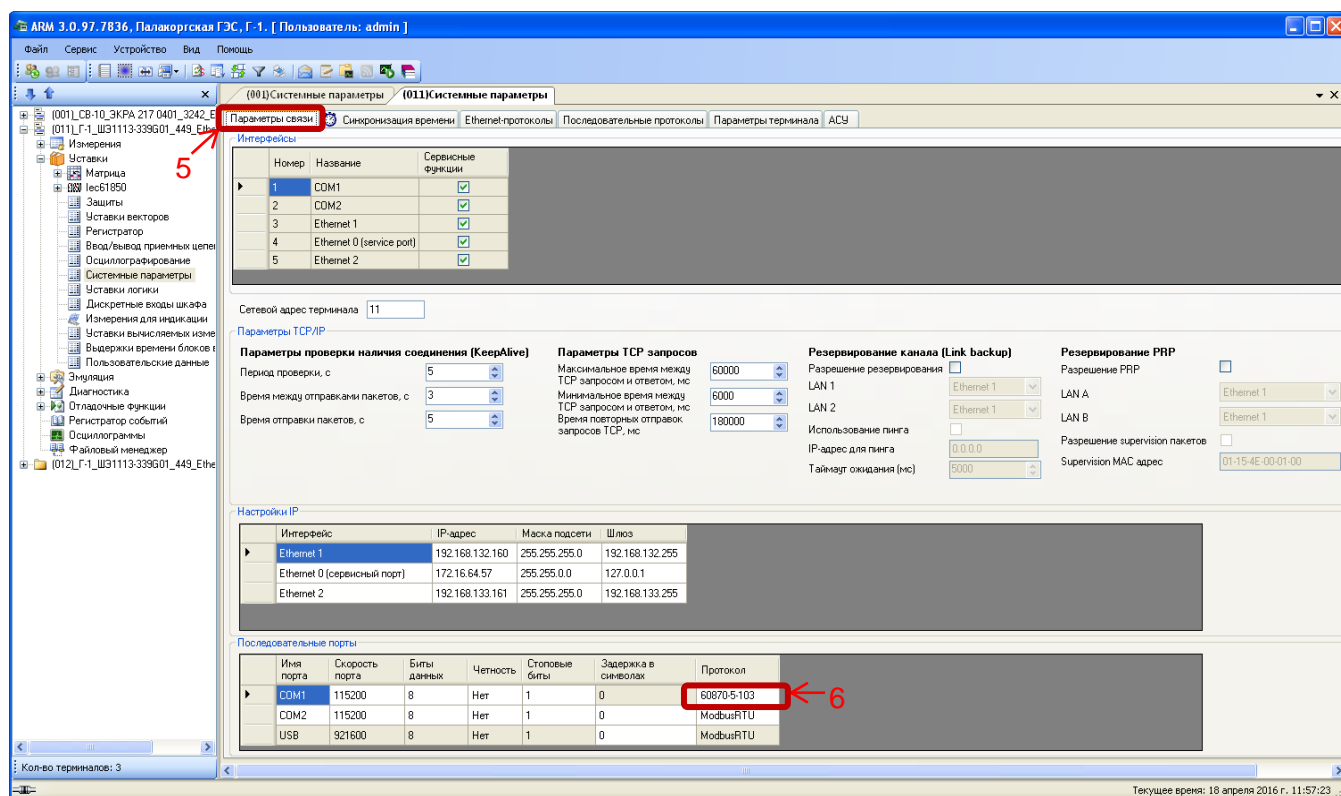

Рисунок 2 – Настройка параметров связи для протокола МЭК 60870-5-103
2.2.1 На вкладке **Параметры связи** (см. рисунок 2, обозначение 5) для соответствующего последовательного интерфейса в разделе **Последовательные порты** выбрать протокол **МЭК 60870-5-103** (см. рисунок 2, обозначение 6).